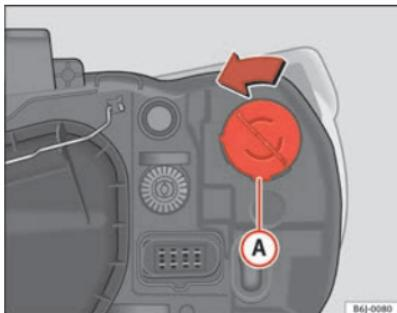

Fig. 142 Luz intermitente faro simple
- Gire el portalámparas ⇒ fig. 142 A a la izquierda y tirar.